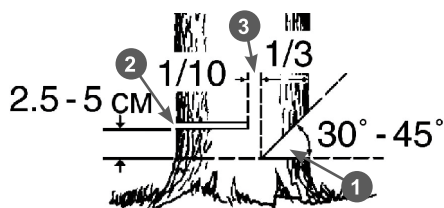

Рис. 9 Расположение запила, пропила и недопила
7. Начните пилить с той стороны дерева, куда оно должно упасть (Рис. 9). Сделайте запил 1 с той стороны, куда должно упасть дерево, глубиной примерно $\frac{1}{3}$ диаметра ствола и под углом от 30 до 45 градусов (Рис. 9). В начале пиления первым должен коснуться дерева зубчатый упор. Затем, используя зубчатый упор в качестве точки вращения, вращением электропилы погружайте шину с движущейся цепью в древесину. При спиливании крупных деревьев перестановку упора делают несколько раз.
8. Сделайте основной валочный пропила 2 с противоположной стороны, выше основания запила на 2,5-5 см. Между основным пропилом и запилом должен оставаться недопил 3 равный примерно $\frac{1}{10}$ диаметра ствола. Вставьте своевременно клин в пропила. Недопил 3 действует как шарнир и позволяет контролировать падение дерева (Рис. 9).
Ни в коем случае не допиливать до конца недопил 3 (Рис. 9), так как при этом невозможно контролировать направление падения дерева.